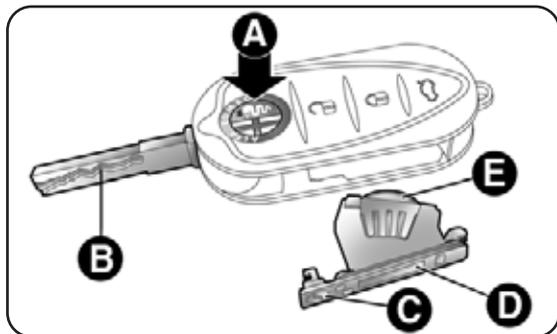

fig. 17
- pressionar o botão A-fig. 17 e colocar a secção metálico B em posição de abertura; rodar o parafuso C no  utilizando uma chave de parafusos de ponta fina;